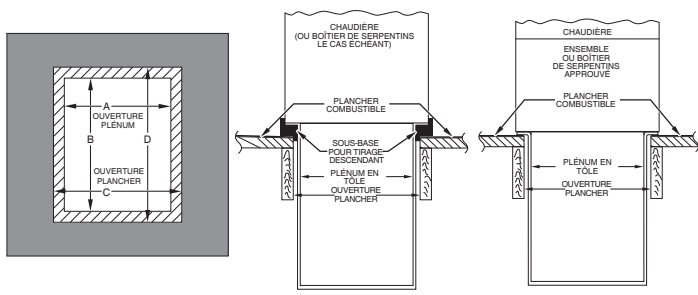

Fig. 25 – Installation sur plancher combustible
2. Percez un trou dans le plancher conformément au Tableau 6 et à la Fig. 25.
3. Construisez un plénum selon les dimensions spécifiées au Tableau 6 et à la Fig. 25.
4. Si une sous-base pour tirage descendant est utilisée, installez-la comme illustré. Si un serpentin d'évaporateur en boîtier ou un caisson de serpentin d'évaporateur du fabricant est utilisé, installez-le comme illustré à la Fig. 25.